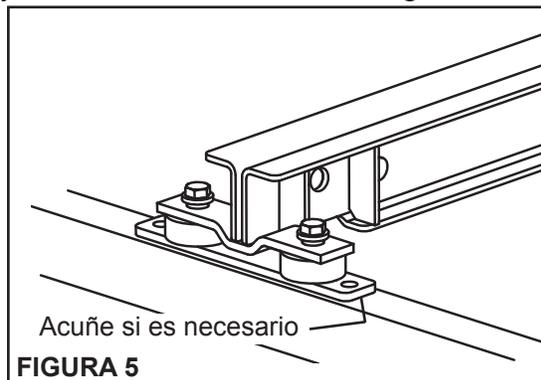

FIGURA 5
5. **Instale las vigas transversales de canal.** Coloque todas las vigas transversales de canal sobre la estructura del transportador, alineándolas con los orificios de montaje del Paso 3. Inserte el tornillo de montaje de la viga transversal de canal y déjelo apretado con los dedos (Figura 5). Si fuera necesario utilice cuñas debajo de los montajes de aislamiento (consulte la Tabla 1). Verifique la altura del rodillo central en los rodillos principales y de rastreo en la zona de carga.